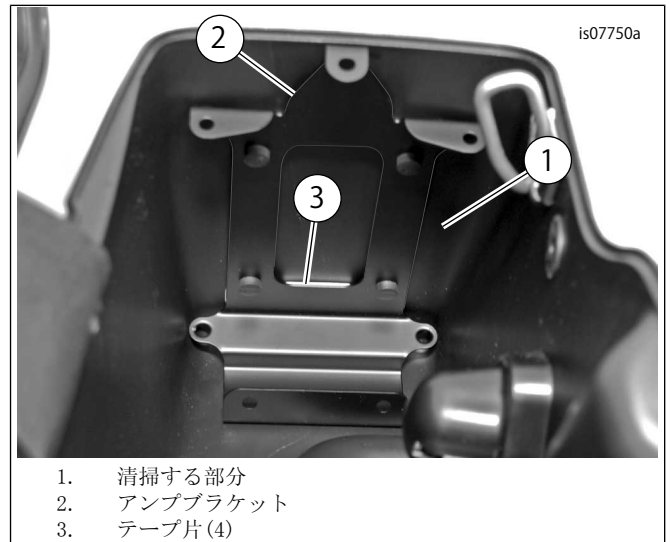

図5。アンプブラケットの取り付け
5. 「図5」を参照してください。イソプロピルアルコールと蒸留水を50/50で混合した液でサドルバッグの内側のリア部、底部の表面をきれいにします。